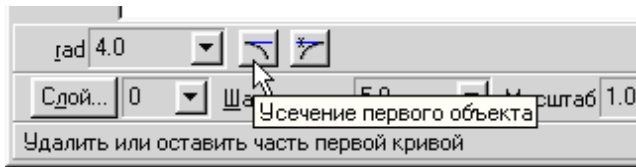
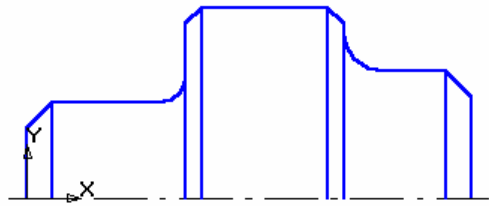

Рис. 2.30.
Рис. 2.31.
5. Побудуйте округлення радіусом R4 між об'єктами самостійно. Натисніть кнопку *Округлення*, рис. 2.26. Зверніть увагу на ту обставину, що при побудові заокруглень в даному випадку вертикальний елемент перебудовуватися не буде. Якщо за умов згадування елементів вертикальний елемент буде першим, то необхідно включити додаткову кнопку *Усічення* першого об'єкта, рис. 2.30. Після побудови заокруглень зображення деталі показано на рис. 2.31.